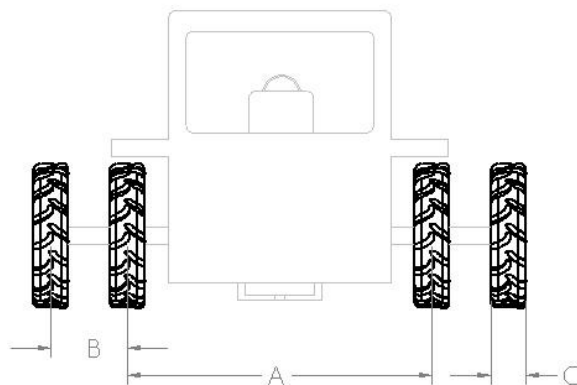

Рисунок 4-2: Расстояние между шинами
4.1.2 Колея и давление в шинах: Шины следует накачивать в соответствии со спецификацией производителя. Дополнительные сведения см. в разделе 3.3 «Тяга». На рис. 4-2 показана рекомендуемая ширина колеи.